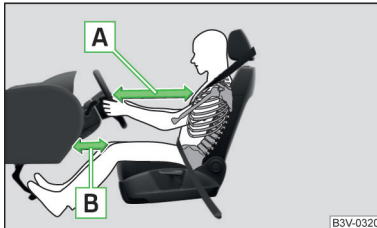

Abb. 22
■ Für den Fahrer und Beifahrer ist es wichtig, einen Abstand von mindestens 25 cm zum Lenkrad bzw. zur Schalttafel einzuhalten » Abb. 22 - **A**. Wenn Sie diesen Abstand nicht einhalten, kann Sie das Airbag-System nicht schützen - Lebensgefahr! Die Vordersitze und die Kopfstützen müssen immer der Körpergröße entsprechend richtig eingestellt sein.
■ Den Fahrersitz in Längsrichtung so einstellen, dass der Abstand der Beine zur Schalttafel im Bereich des Knieairbags mindestens 6 cm beträgt » Abb. 22 - **B**. Falls es aus Gründen der Körpergröße nicht möglich sein sollte, diese Bedingung zu erfüllen, dann ist ein Fachbetrieb aufzusuchen.